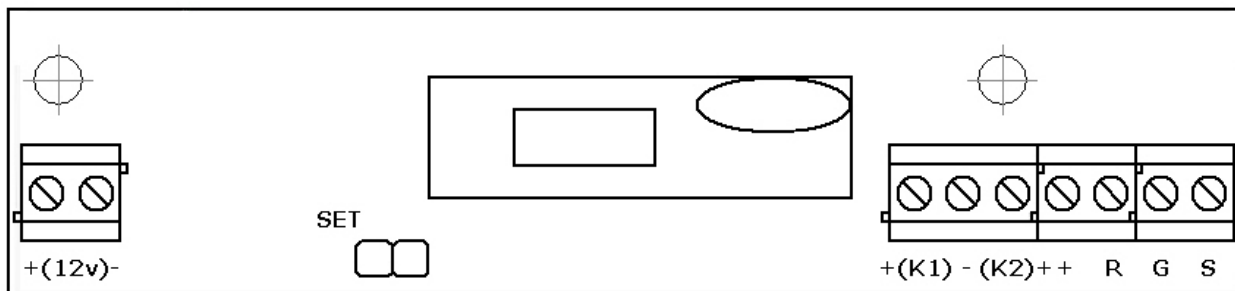

Рисунок 1. Печатная плата на задней стороне корпуса светозвукового табло
На задней стороне корпуса светозвукового табло смонтирована печатная плата (рис.1). На ней находятся радиоприемник 433 МГц, клеммы для подключения питания, проводных кнопок, пульта, сигнальных ламп, дополнительного светозвукового табло.
- замкнуть SET (см. рис.1) **(обязательно при выключенном питании)**;